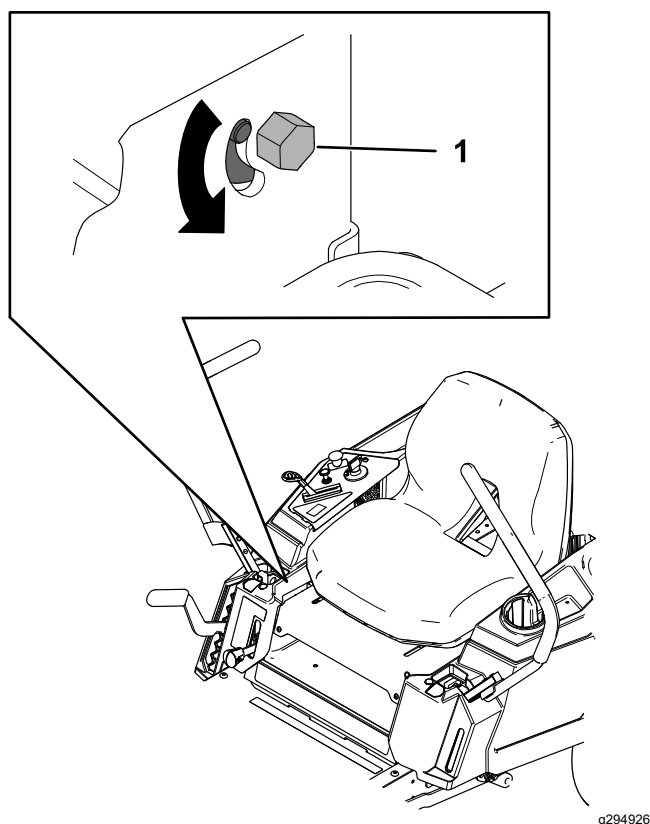

Figura 53
3. Localize o parafuso de ajuste do alinhamento perto da alavanca de controlo de movimento no lado específico que necessita de ajuste (Figura 53).